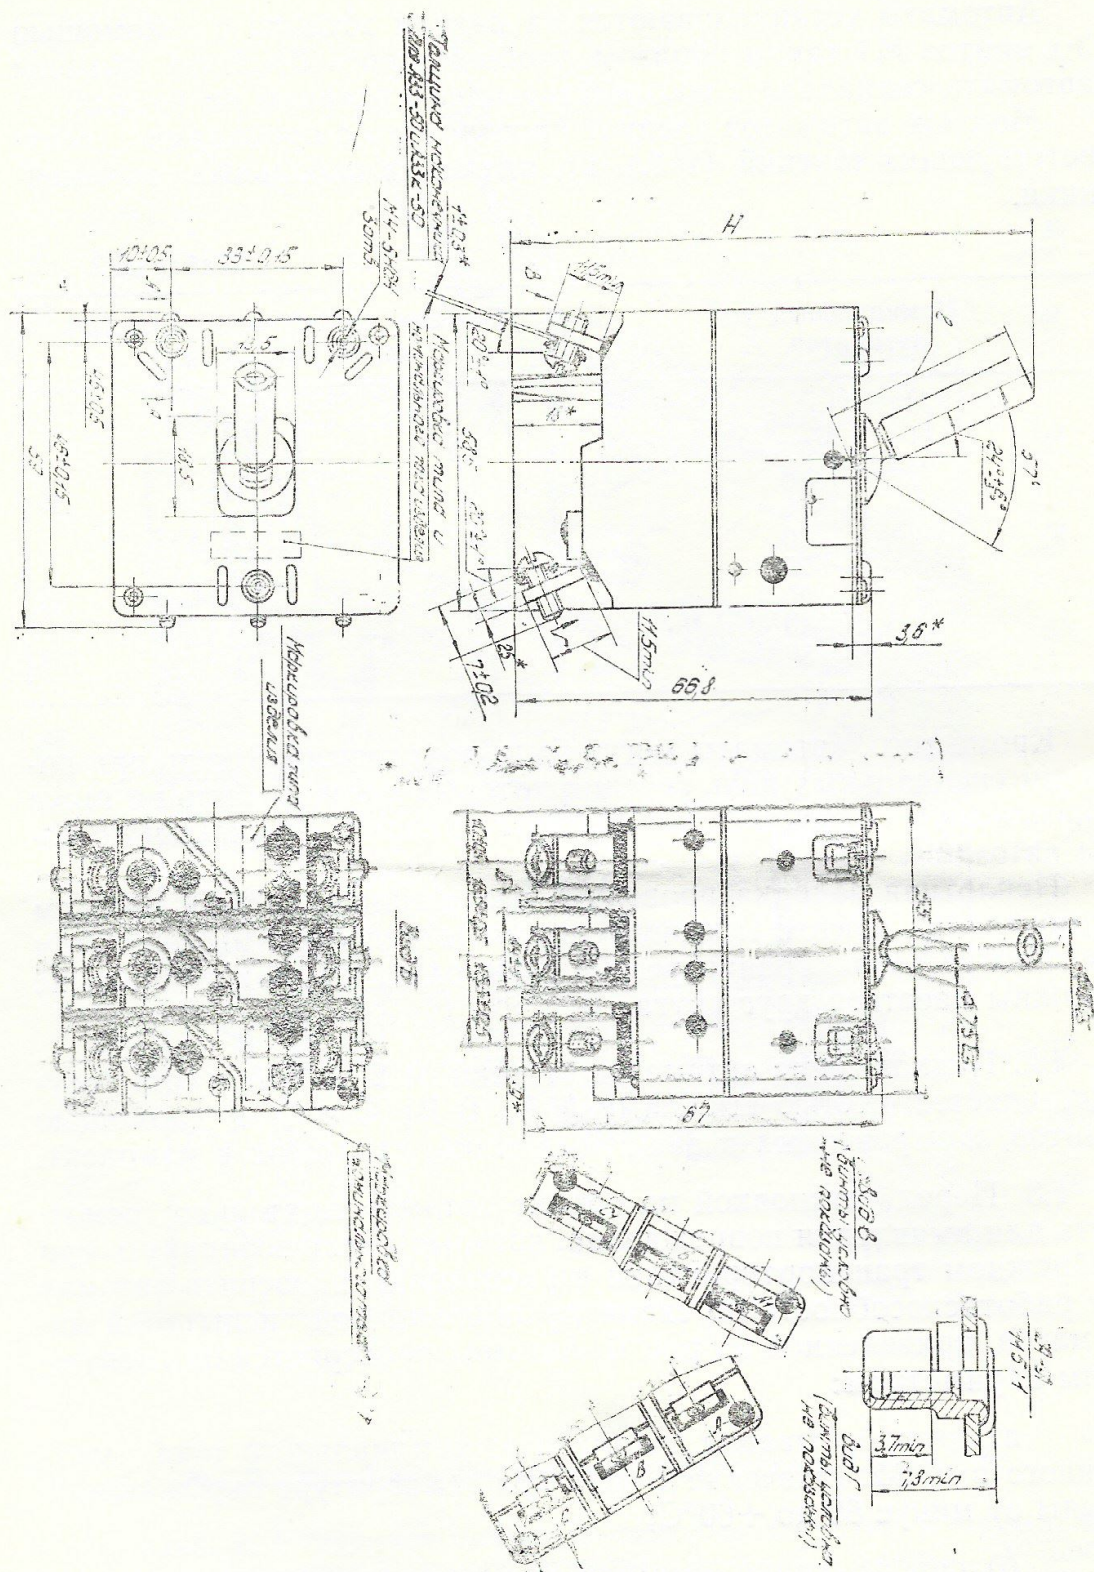
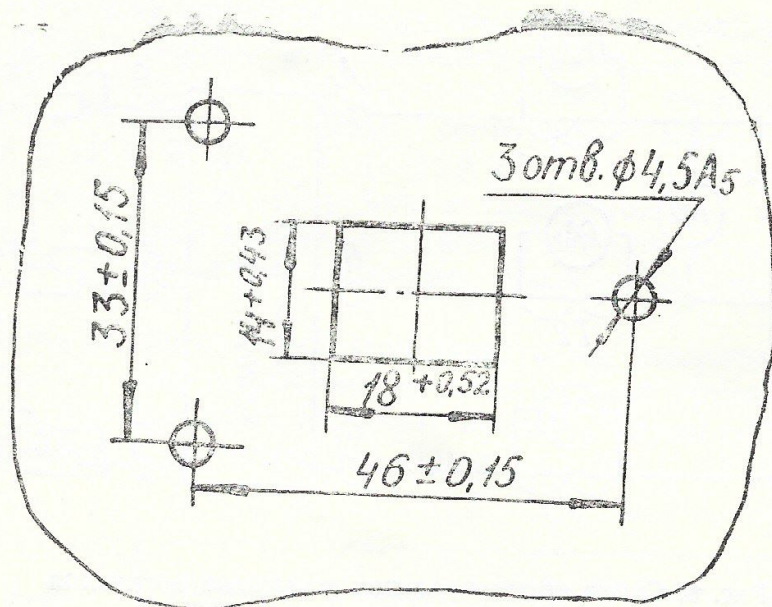

Рис. 4. Габаритные и присоединительные размеры автоматов типа АЗЗ и АЗЗК от 2 до 50 А.
Рис. 5. Место в щите для установки автоматов типа А33 на токи 2-50А.
4.1. Место установки автоматов на панели объекта должно быть выполнено в соответствии с рис. 5. Габаритные размеры автоматов указаны на рис. 4.